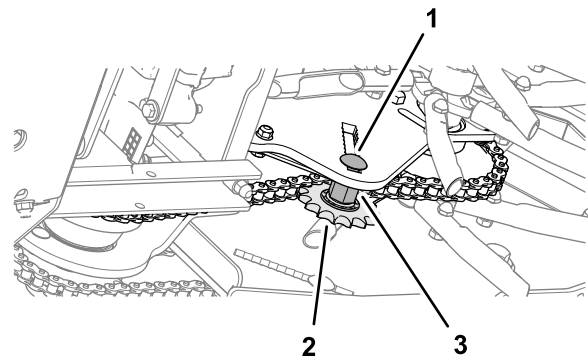

Figura 62
4. Para ajustar la tensión de la cadena, afloje el perno tensor y el espaciador roscado, y empuje hacia arriba el piñón para apretar la cadena (Figura 62).